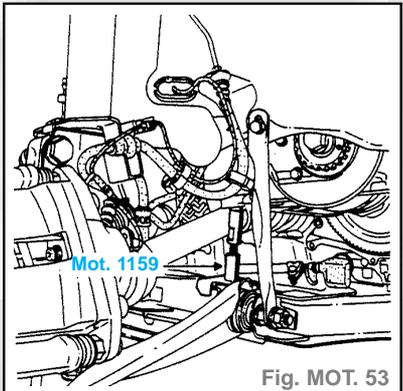

Fig. MOT. 53
- Mettre en place le **Mot. 1159** sous la pompe à huile (fig. MOT. 53).